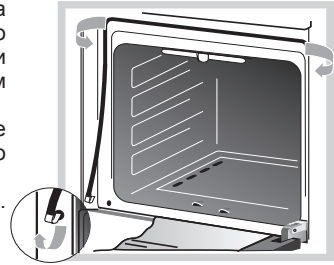

Рис.19
- Когда моете духовку, будьте аккуратны - не повредите резиновое уплотнение. Его можно снять, вынув скобы из отверстий (рис. 19).